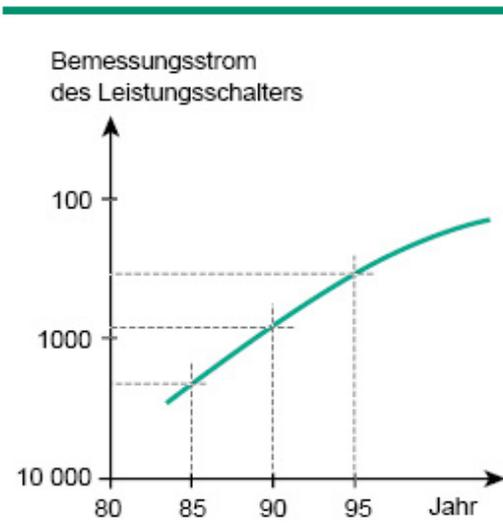

Abb. 1: Entwicklung der elektronischen Auslöser.
2. Elektronische Auslöser. Früher ausschließlich für Schalter mit hohen Bemessungsströmen verwendet. Die Entwicklung geht eindeutig in Richtung auf diesen Auslösertyp (siehe Abb. 1), denn diese Lösung bietet eine hohe Flexibilität und wird immer erschwinglicher.